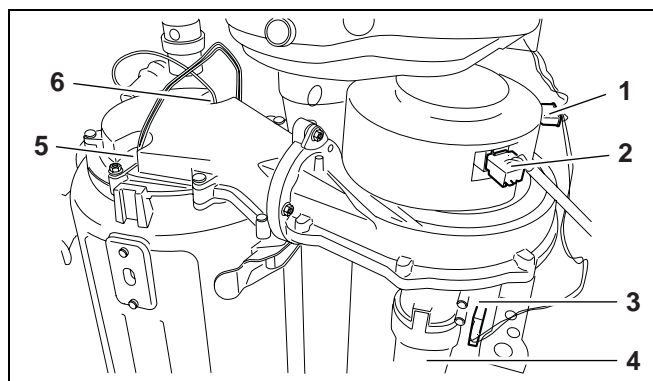

Рис. 38 Отсоединение штекера от воздухоподводки и газопроводной арматуры
- Отсоединить штекер (рис. 38, **поз. 1, 2 и 3**) от газового/воздушного блока.
- Демонтировать воздухозаборник с газового/воздушного блока (рис. 38, **поз. 4**).
- Отсоединить штекер от ионизационного штифта (рис. 38, **поз. 6**) и накаливающего элемента (рис. 38, **поз. 5**).